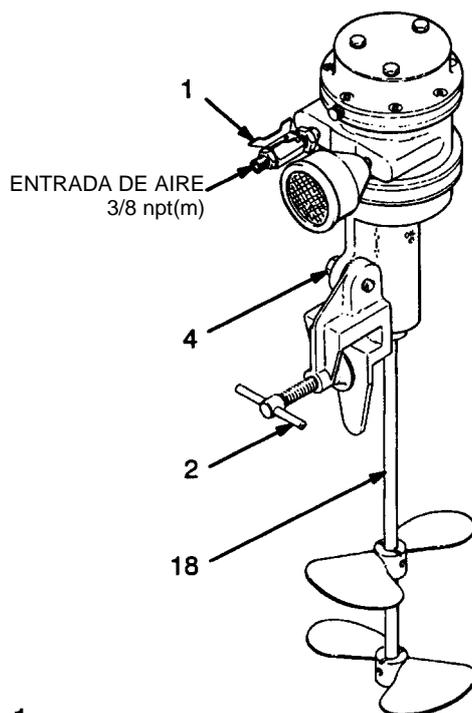

Fig. 1
NOTA: Las cifras y letras de referencia, que figuran entre paréntesis en el texto, se refieren al esquema de piezas así como a las fig. 1 y 2.
Montar el agitador en el borde del bidón o del depósito y apretar sólidamente el tornillo (2). Ver fig. 1. Para ajustar el ángulo del agitador en el bidón, aflojar el tornillo de soporte (4). Ajustar el agitador al ángulo deseado y después, apretar el tornillo sólidamente.